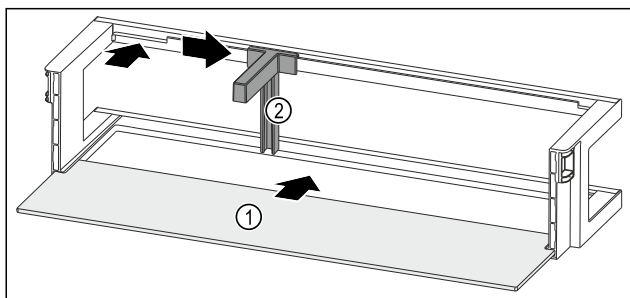

Fig. 92 Дверная полка со съемной полкой
- ▶ Вдвиньте съемную полку Fig. 92 (1) в боковые пазы.
- ▶ Установите держатель для бутылок Fig. 92 (2) в выемку.
- ▶ Сместите держатель для бутылок Fig. 92 (2) в нужное положение в сторону.